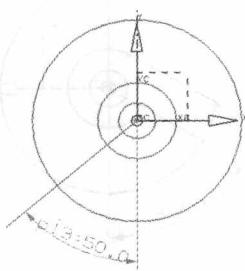

图 1-14 标注尺寸
- (3) 单击，标注的尺寸如图 1-14 所示。
- (4) 双击尺寸，然后输入 60，并回车。